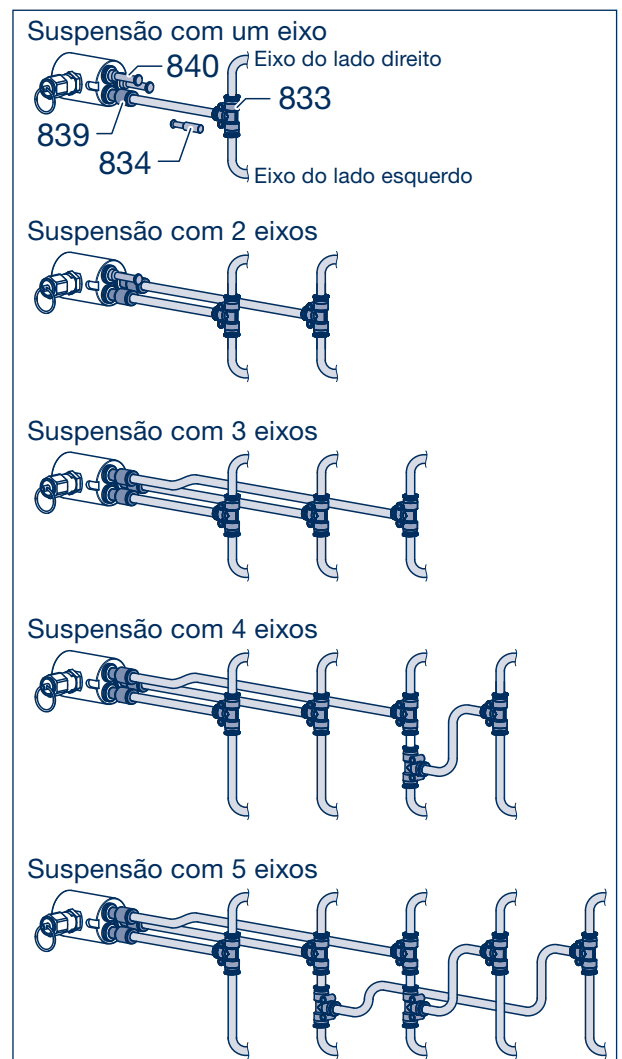

Figura 14
- [2] Insira os redutores (839) na saída de pressão da Caixa de Controlo.
- [3] As saídas de ar comprimido desocupadas devem ser vedadas usando fichas falsas (840).
- [4] Retire as fichas falsas (834) da peça em T AirSave (833).
- [5] Insira as linhas de ar comprimido nos redutores da Caixa de Controlo e conecte à peça em T AirSave no eixo. Se o veículo tiver outros eixos, uma peça em T também deve ser integrada no circuito pneumático de cada um., ver Figura 14.